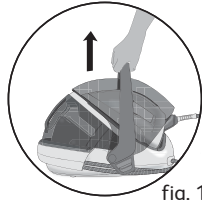

fig. 1
- Poignée de transport- fig.1 .